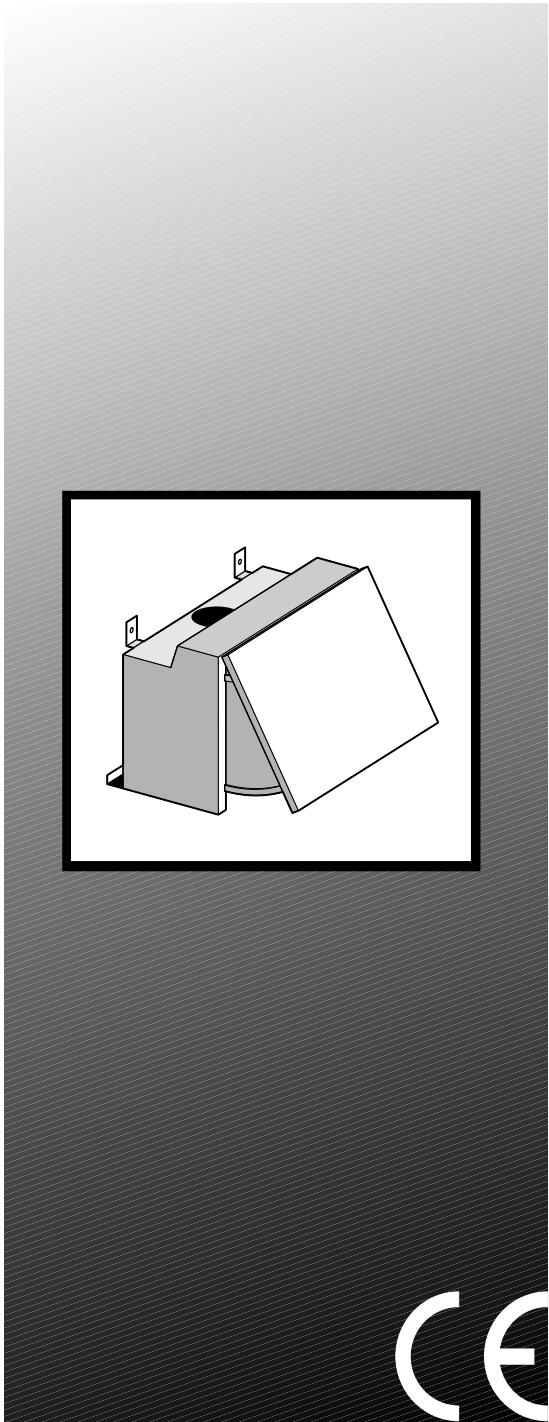

Fig.1
Drill 2 holes of 2,5 mm diameter on the side of the hanging cupboards as showed in the fig. 1 considering also the thickness of the front panel, so that the hood remains at the same level of the side hanging cupboards.
Close the room, which eventually remains between the hood and the wall adjusting the spacer (L) by acting on the appropriate screws (P) fig. 1.
Fix the hood to the spacer through the screws (P) fig. 1.
Insert the coupling flange (B) in the hole (A) and connect the discharge pipe to the same fig. 1.
Zwei Löcher (Durchmesser 2,5 mm) wie in Abb.1 gezeigt in die Seitenteile der Hängeschränke bohren. Dabei ist auch die Stärke des Frontpaneels zu berücksichtigen, damit sich die Haube auf der gleichen Höhe wie die seitlichen Hängeschränke befindet.
Den eventuell zwischen der Wand und der Haube entstehenden Hohlräum mit Hilfe des Distanzstücks (L) schließen, das über die Schrauben (P) reguliert wird (Abb.1).
Die Haube mittels der Schrauben (P) am Distanzstück befestigen (Abb.1).